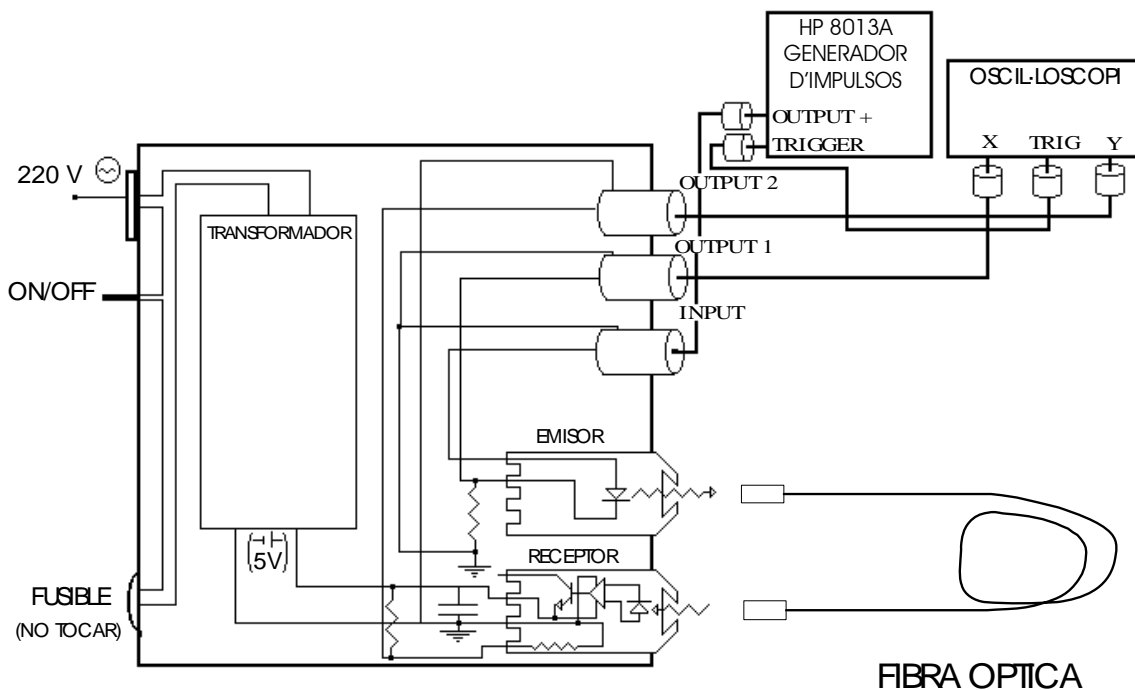

Figura 6
En la figura 6 mostrem una representació del muntatge experimental complet.
- 4.2. Cal que connecteu l'oscil·loscopi i el generador de polsos a la caixa dels díodes, i les altres connexions necessàries, tal com es mostra en la figura 6.